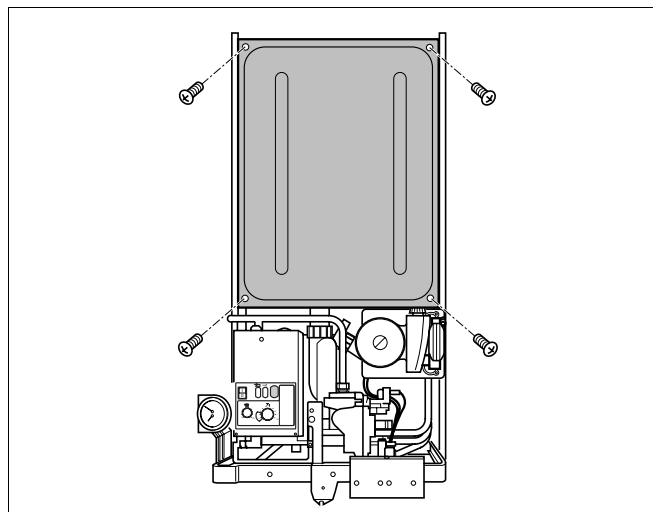

Fig. 34 Rimozione della copertura
- Rimuovere la copertura (fig. 34).